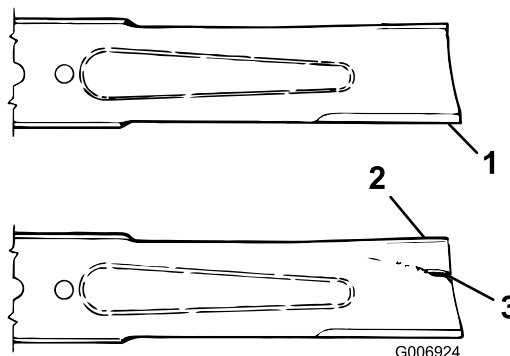

Figure 67
3. Examinez attentivement les tranchants de la lame, particulièrement au point de rencontre de la partie plane et de l'ailette (Figure 67).
4. Remplacez la lame si elle est usée (Figure 67); voir Entretien du plan de la lame \(page 59\).
Si la lame est trop usée, une entaille se forme entre l'ailette et la partie plane (Figure 67). La lame peut alors se briser et un morceau peut être projeté du dessous de la machine, vous blessant gravement ou une personne à proximité.